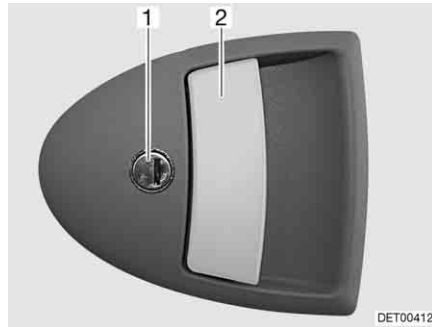

Fig. 45 Serrure de la porte cellule, à l'extérieur
- Insérer la clé dans le barillet (Fig. 45,1) et la tourner jusqu'à ce que la serrure de la porte soit déverrouillée.
- Tirer sur la poignée de la porte (Fig. 45,2). La porte est ouverte.
- Insérer la clé dans le barillet (Fig. 45,1) et la tourner jusqu'à ce que la serrure de la porte soit verrouillée.